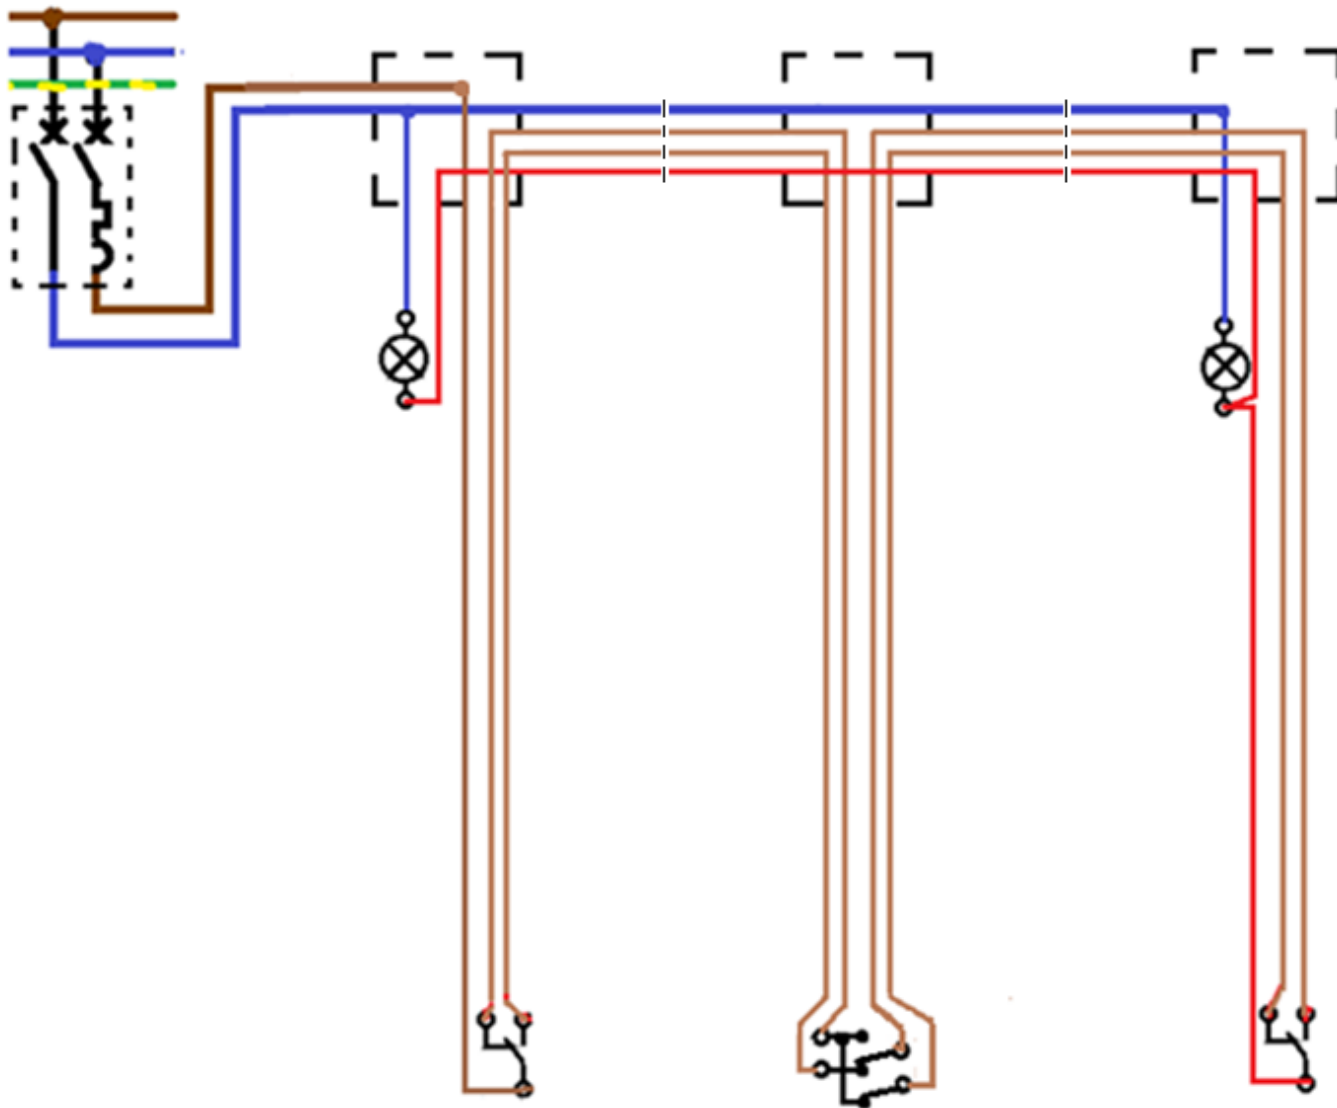
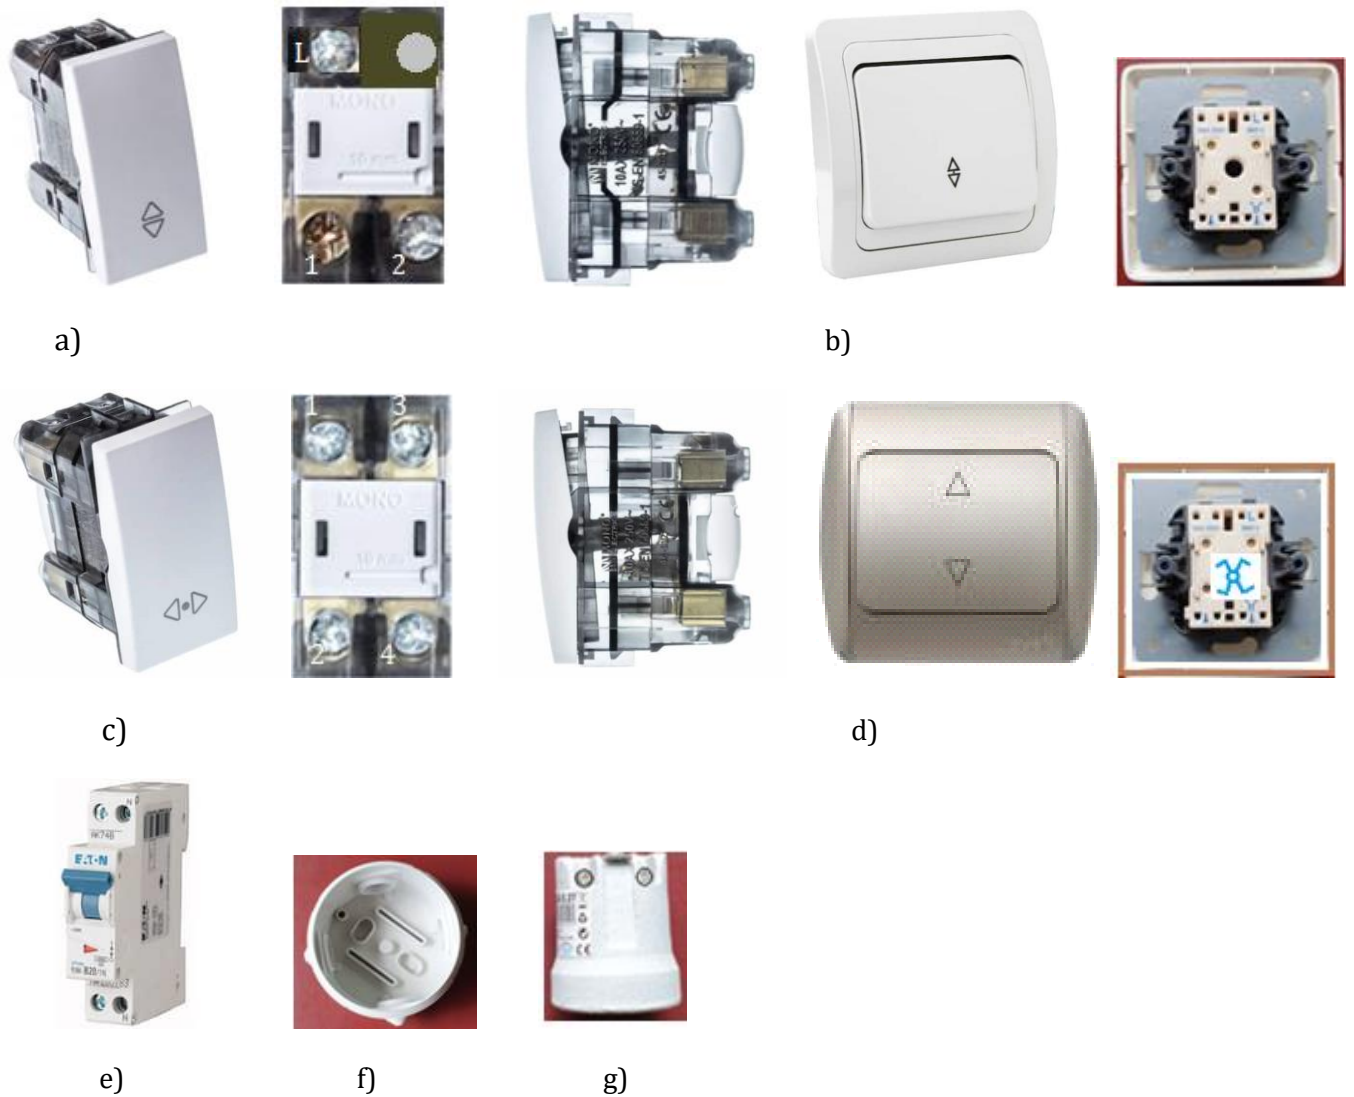

Fig.1. Schema desfășurată
Fig.2 : Imagini fotografiate pentru aparate electrice din circuitul cap scară- cruce :
- Identifică aparatele din schema electrică, fig.1, prezentate pe panoplia din fig.2., necesare realizării instalației -0,5 pct.
- Stabilește și amplasează(desenează,) pe panoplie de mărimea A4(pe caietul de modul M2) sau calculator, conform schemei de la punctual 3.1,aparatele reprezentate în fig.2(pentru cei care lucrează pe calculator, sau fig. 3, de la punctual pentru cei care lucrează pe caiet. -1 pct.
- Urmrește schema din fig.1 și precizează în ce stare se află lămpile/becurile- aprins sau stins. - 0,5 pct.